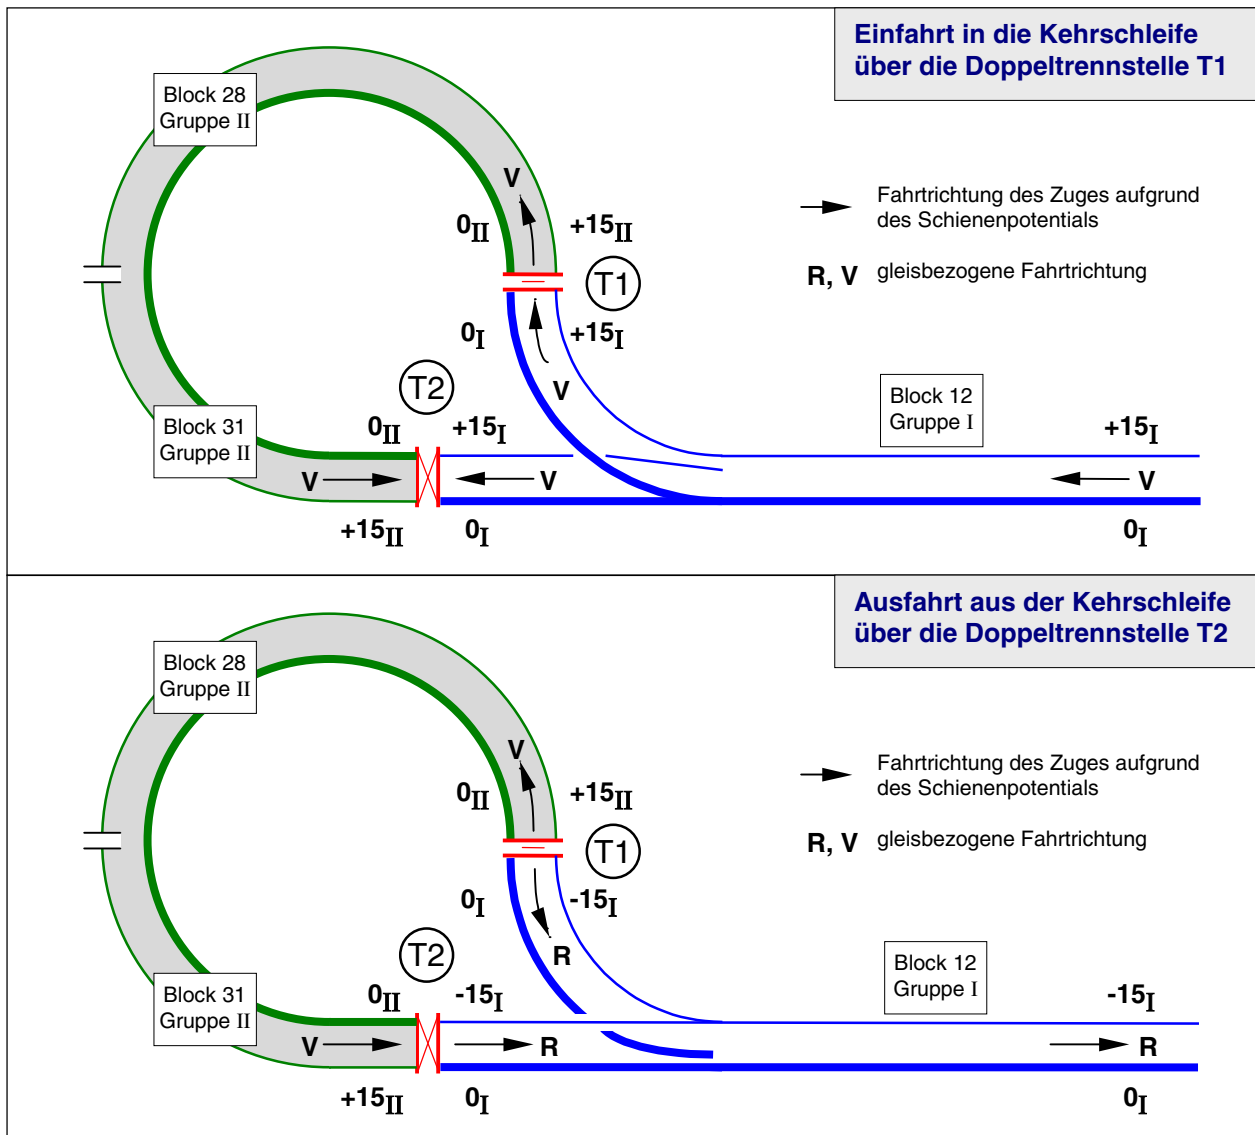

Bild 32.1 Einfahrt in die Kehrschleife über Doppeltrennstelle T1, Ausfahrt über T2
Im Verlauf der in Bild 32.1 gezeigten Kehrschleife findet an der Doppeltrennstelle T1 ein Wechsel der Fahrstromgruppe statt. An der zweiten Doppeltrennstelle T2 wechselt neben der Fahrstromgruppe auch die gleisbezogene Fahrrichtung. Die jeweils dick gezeichnete durchgehende Schiene verdeutlicht dies. Zum weiteren Verständnis sind die Schienenspannungen in Fahrstromgruppe I und II eingetragen, wie sie sich während der Einfahrt in die Kehrschleife über T1 ergeben.
**Innerhalb einer Kehrschleife** müssen mindestens **2 Blöcke** vorhanden sein. Es ist nämlich nicht zulässig, zwischen denselben 2 Blöcken zwei verschiedene Arten von Doppeltrennstellen zu beschreiben. Wäre z.B. Block 31 in Bild 32.1 nicht vorhanden, würde sich bei den Eintragungen im TE-Formular folgende Doppeldeutigkeit ergeben: